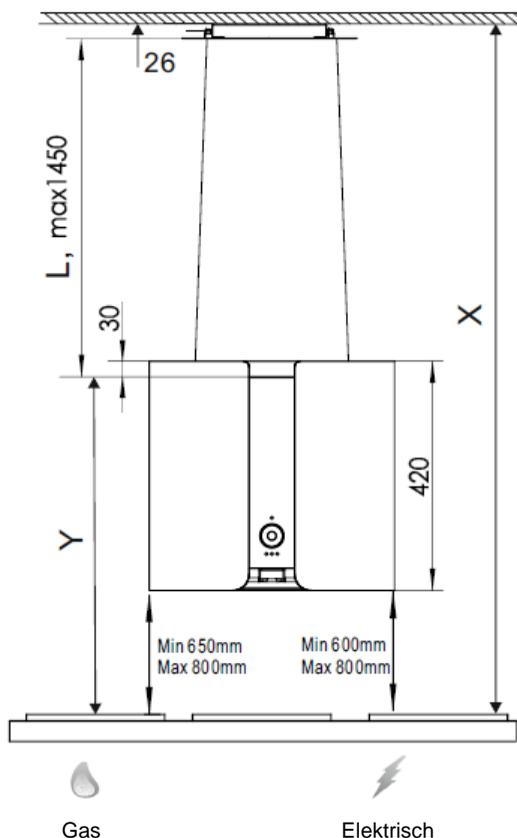

Abb. 5
5. Messen Sie die Länge der Drahtseile (L) ab und beziehen Sie sich auf die in Abb. 5 auf Seite 7 angegebenen Abmessungen.  $L=X-Y-26$  (Einheit: mm). Markieren Sie eine Linie an den Seilen.